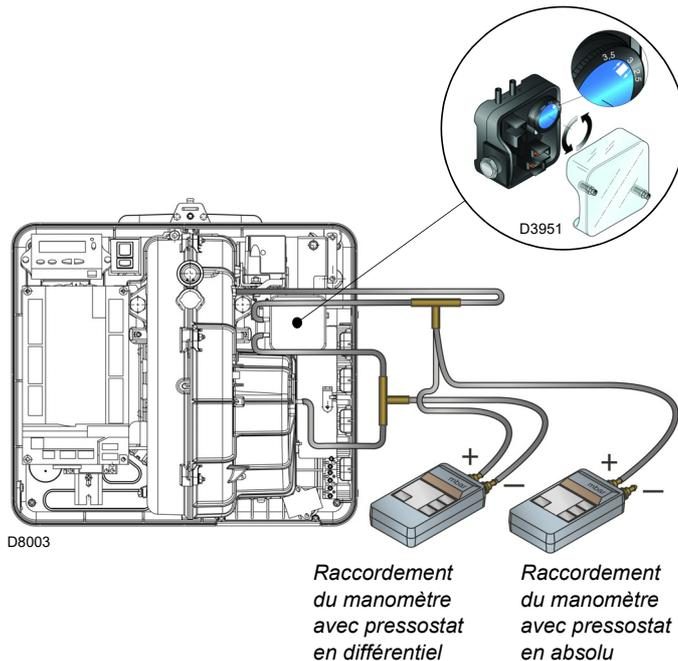

Fig. 32
- Régler le pressostat air (Fig. 32 à la page 32) au début de la graduation.
Régler le pressostat air (Fig. 32) après tous les autres réglages du brûleur avec le pressostat à air réglé au début d'échelle.
L'encombrement du brûleur est indiqué dans la Fig. 32. La configuration standard est celle du pressostat de l'air raccordé en absolu. A remarquer la présence d'un raccordement en «T» non fourni.
Dans certaines applications en fortes dépressions, le raccordement du pressostat ne lui permet pas de commuter. Dans ce cas il est nécessaire de raccorder le pressostat dans le mode différentiel, en appliquant un deuxième petit tuyau entre pressostat air et bouche d'aspiration du ventilateur. Dans ce cas il faut également connecter en mode différentiel le manomètre, comme indiqué sur la Fig. 32.